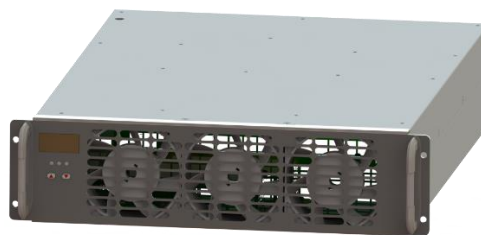

Рисунок 5.10. Внешний вид зарядного модуля
1. Распакуйте силовой модуль (рис. 5.10).